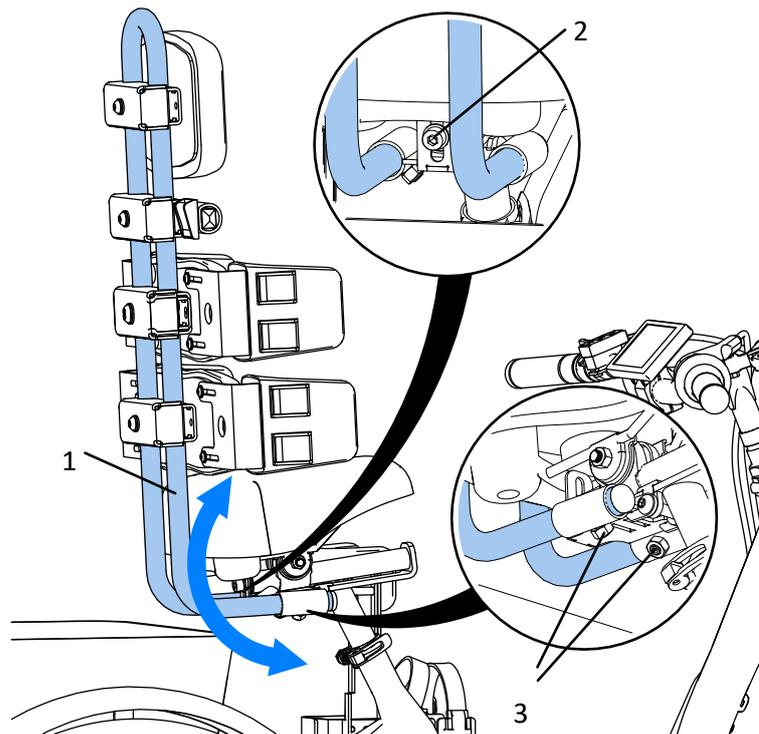

Abb. 28
Die Rückenstütze (1) Abb. 28 ist in verschiedenen Größen erhältlich, die sich nach dem zu montierenden Zubehör richten. Die Rückenstütze ist in Winkel und Tiefe verstellbar. Unter dem Sattel befindet sich eine Einstellschraube (2) für den Winkel der Rückenstütze. Zum Einstellen lösen Sie die Schraube (2) und verändern Sie den Winkel. Ziehen Sie nach der Änderung des Winkels die Schraube (2) fest, während Sie die Position der Rückenstütze beibehalten. Stellen Sie die Tiefe der Rückenstütze ein, indem Sie die Feststellschrauben (3) an der Unterseite der Führungshülsen lösen. Nach dem Lösen der Schrauben ist es möglich, die Rückenstütze von vorne nach hinten zu verstellen. Ziehen Sie die Klemmschrauben (3) an, um das Verfahren zu blockieren.